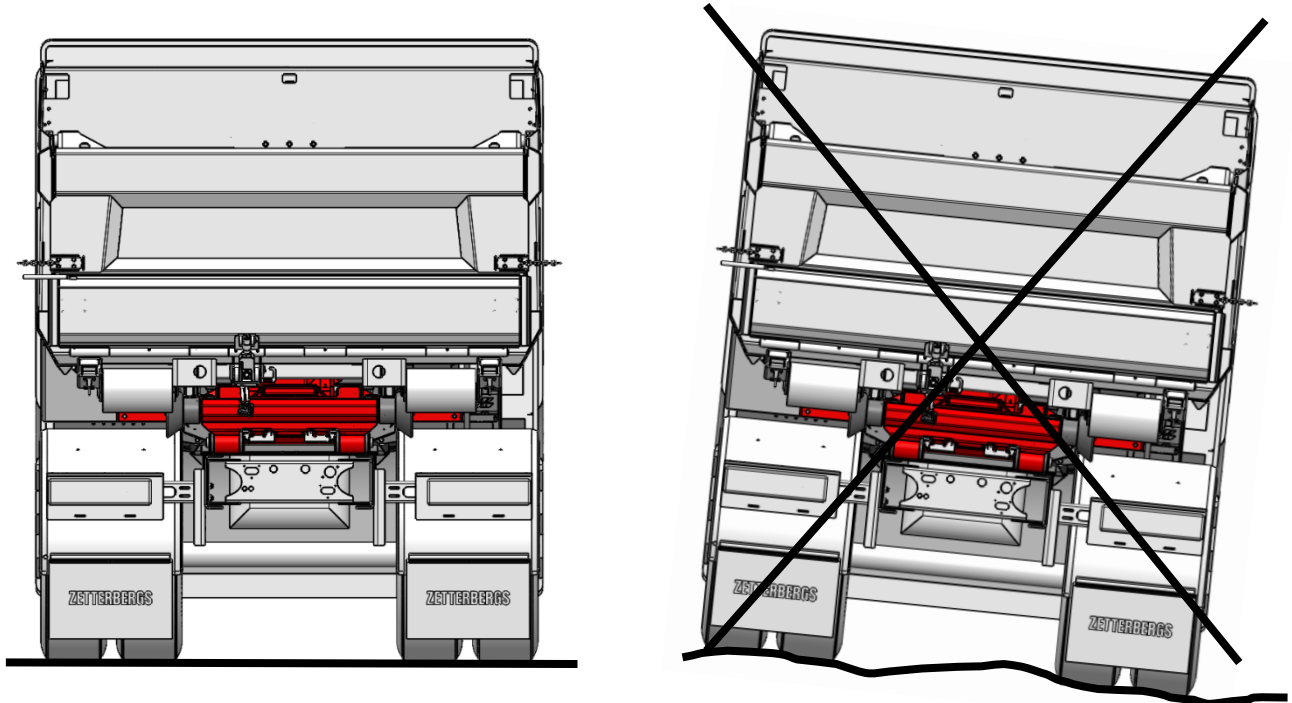

Bild 7 Underlagets beskaffenhet
- Kontrollera att alla hjulen står på marken. Se bild 7 Underlagets beskaffenhet.